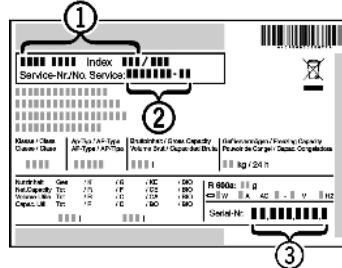

Fig. 35
- Считать обозначение устройства Fig. 35 (1), сервисный номер Fig. 35 (2) и серийный номер Fig. 35 (3) с заводской таблички. Заводская табличка находится внутри устройства слева.